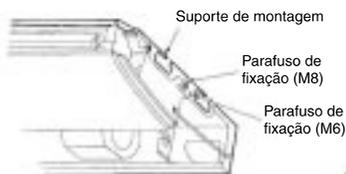

Fig. 12
3. Aperte os parafusos de sustentação (M8) firmemente no suporte de montagem. (Fig. 12)
4. Aperte também os parafusos (M6) nas laterais do suporte, para prevenir o deslizamento da unidade. (Fig. 12)